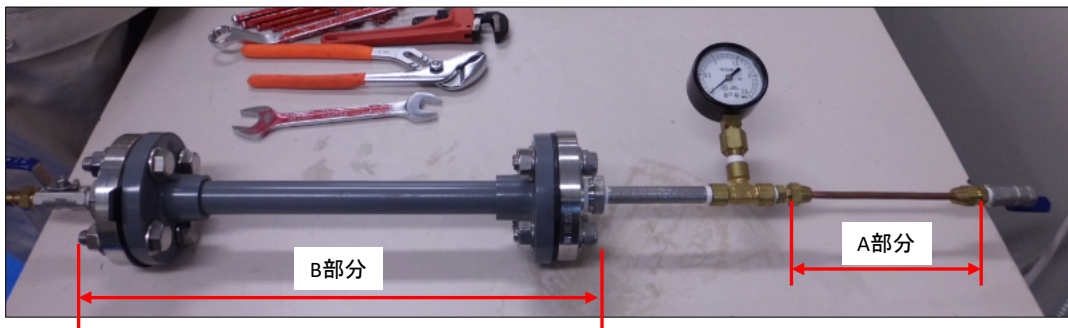

図 2-1 配管完成写真
完成品を図 2-1 に示す。2 班に分けて行うが、①、②までは、2 班一緒に行う（工具の数が少ないため）。なお、①と②の工程は図 3-1 の A 部分の製作であり、③の工程は B 部分の製作である。